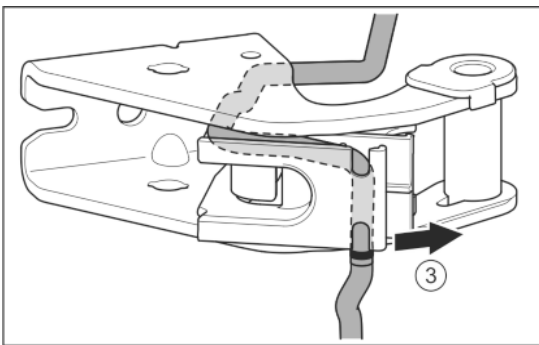

Fig. 25
- ▶ Oldja ki a vezetékét a vezetősínből. Fig. 25 (3)